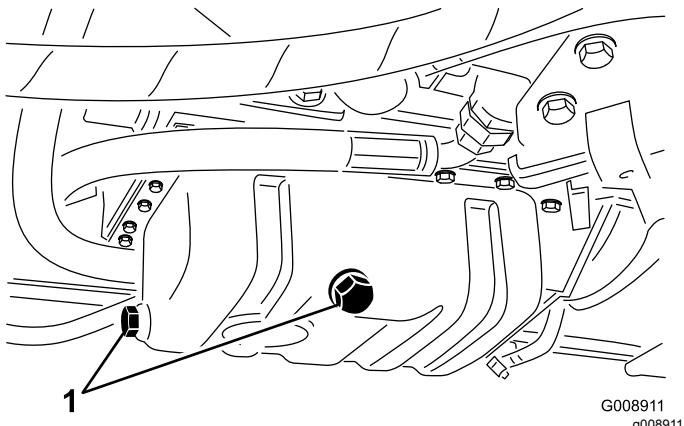

Figura 45
- Togliete il tappo di spurgo (Figura 45) e lasciate defluire l'olio in una bacinella.